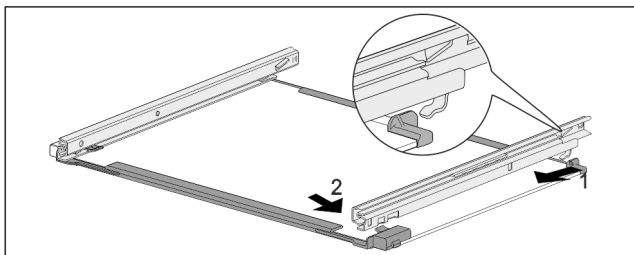

Fig. 66 Steklena plošča z vodili
- ▶ Vodilo obesite na kavelj na zadnji strani. Fig. 66 (1)
- ▶ Vodilo zaskočite na sprednji strani. Fig. 66 (2)